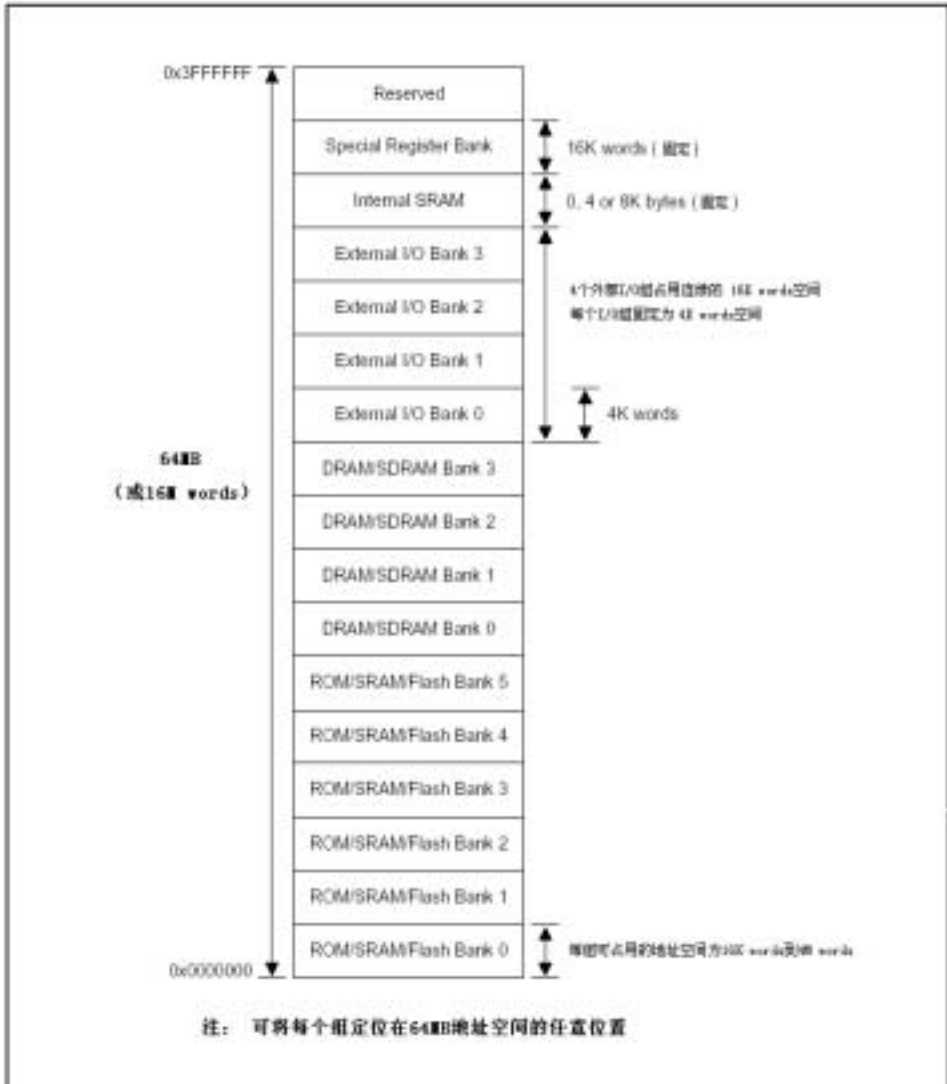

图 5.2.4 S3C4510B 系统存储器映射
在进行系统存储器映射时, 注意两个相连的存储器组的地址空间决不能重叠。图 5.2.4 为 S3C4510B 系统存储器映射。
- S3C4510B 采用统一编址的方式，将系统的片外存储器、片内存储器、特殊功能寄存器和外部的 I/O 设备，都映射到 64MB 的地址空间，同时，为便于管理，又将地址空间分为如图 5.2.4 所示的若干个存储器组，可以通过配置包含基指针（Base Pointer）和尾指针（End Pointer）的特殊功能寄存器，设定每个存储器组的大小和位置。用户可利用基指针和尾指针设置连续的存储器映射。具体操作如下：即把某个存储器组的基指针的地址设置为前一个存储器组的尾指针的地址。请注意在设定存储器组的控制寄存器时，每两个相连的存储器组的地址空间决不能重叠，即使这些组被禁用。
系统管理器中有一个系统配置寄存器 SYSCFG, 该寄存器决定系统管理器中特殊功能寄存器组的起始地址, 以及片内 SRAM 的使用方式和起始地址。在系统存储器映射中, 特殊功能寄存器组的地址空间固定为 64KB, 可参考图 5.2.4。